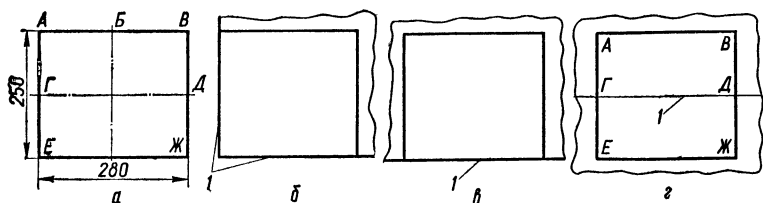

Рис. 125. Разметка детали на заготовке.
Размечать нужно экономно, чтобы как можно меньше металла тратилось на изготовление изделий. Размечая то или иное изделие, на заготовке выбирают место для базовой линии, от которой строят контуры изделия. Если у заготовки ровные кромки, одну из них принимают за базовую линию и тогда размечают от этой кромки. Например, надо разметить прямоугольник (рис. 125, а) для построения развертки коробки или совка. Рассмотрим три возможных случая разметки в зависимости от формы данной заготовки.
Первый случай. Заготовка имеет две ровные кромки 1, расположенные под прямым углом друг к другу (рис. 125, б). Взяв за базовые линии кромки 1, откладывают ширину развертки прямоугольника и ее длину. Затем строят две противоположные стороны прямоугольника.
Второй случай. На заготовке одна ровная кромка (рис. 125, в), которую принимают за базовую линию. На этой кромке откладывают размер одной из сторон прямоугольника и к ней достраивают весь прямоугольник.
Третий случай. Все кромки заготовки неровные (рис. 125, г). Посередине заготовки проводят линию 1, которая будет базовой. На ней откладывают длину $ГД$ прямоугольника. Из точек $Г$ и $Д$ с помощью угольника проводят линии под прямым углом к базовой линии. На этих линиях откладывают размеры сторон прямоугольника $АЕ$ и $ВЖ$, чтобы базовая линия $ГД$ разделила эти стороны пополам. Проводят линии $АВ$ и $ЕЖ$.
2. Вырезать по линиям разметки прямоугольник для развертки совка (рис. 125, а).